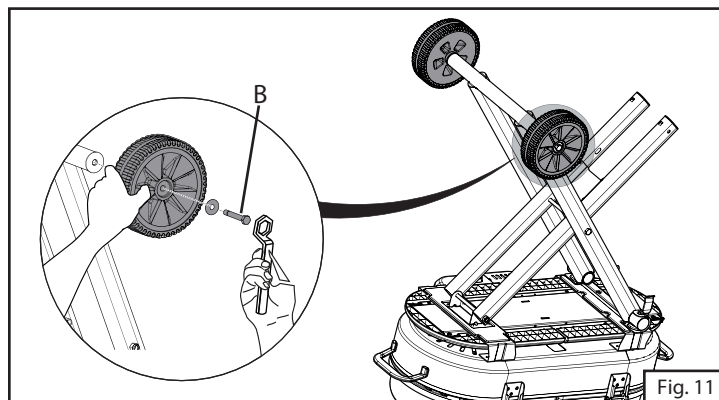

Fig. 11
8. Fije cada rueda al eje con un tornillo y una arandela. Utilice la llave para atornillar correctamente. (Fig. 11)